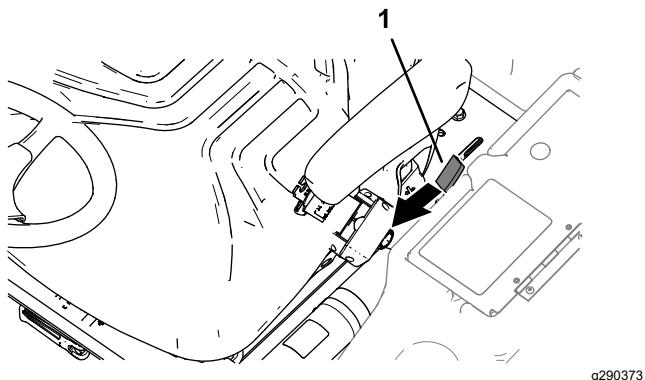

Figura 43
- Mueva la palanca de cierre de la plataforma (Figura 43) hacia la parte delantera de la máquina hasta que los ganchos del cierre se liberen de la barra de bloqueo.